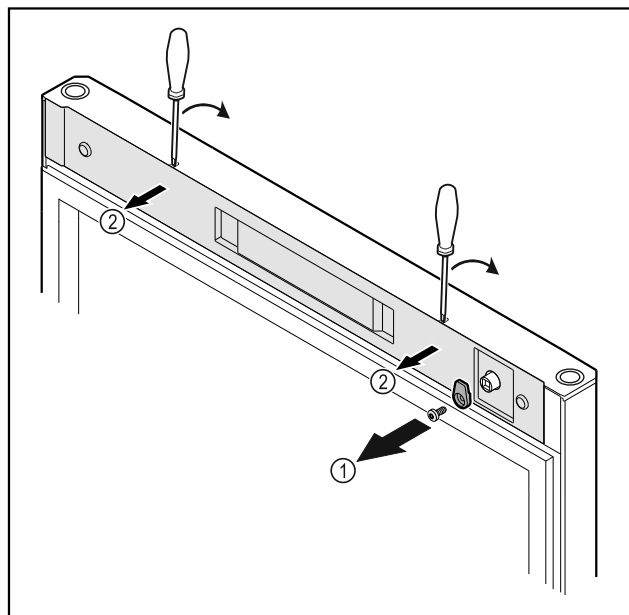

Fig. 12 \*
- ▶ Irrota sulkuhaka Fig. 12 (1)\*
- ▶ Paina suojuks Fig. 12 (1) pienellä ruuvimeisselillä paikaltaan ja ota se pois.\*